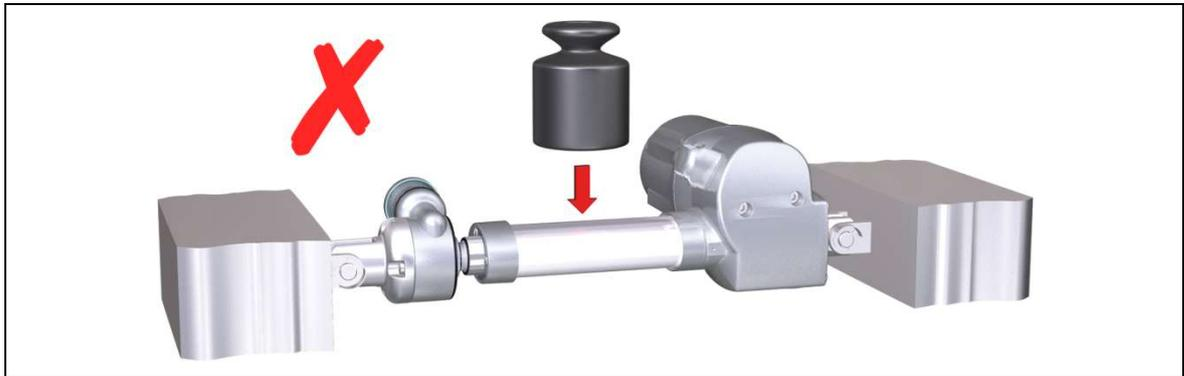

Abbildung 18      Auswirkung der Einbaulage
- ▶ Die Ausruckkraft erhohet sich, wenn z. B. die Antriebseinheit mit einer Querkraft von anderen Anbauteilen beaufschlagt wird, diese kann weit oberhalb der Spezifikation liegen. (Abbildung 18 zeigt eine waagrecht eingebaute Antriebseinheit, die mit einer Querkraft belastet wird.)